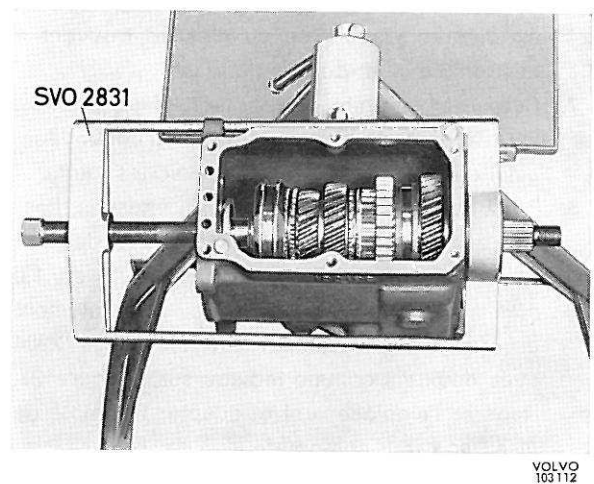

Figure 25. Montage de roulement arrière d'arbre secondaire
4. Poser le roulement à billes arrière sur l'arbre secondaire. Adapter l'outil-presse 2831 sur le roulement et l'arbre secondaire comme indiqué sur la figure 25. Enfoncer le roulement sur l'arbre. Si le roulement ne descend pas correctement en position dans le carter, il faudra dévisser la broche de l'outil 2831 et poser un fer plat entre cette broche et le flasque avant du carter. On peut ensuite presser le roulement en position avec l'outil.